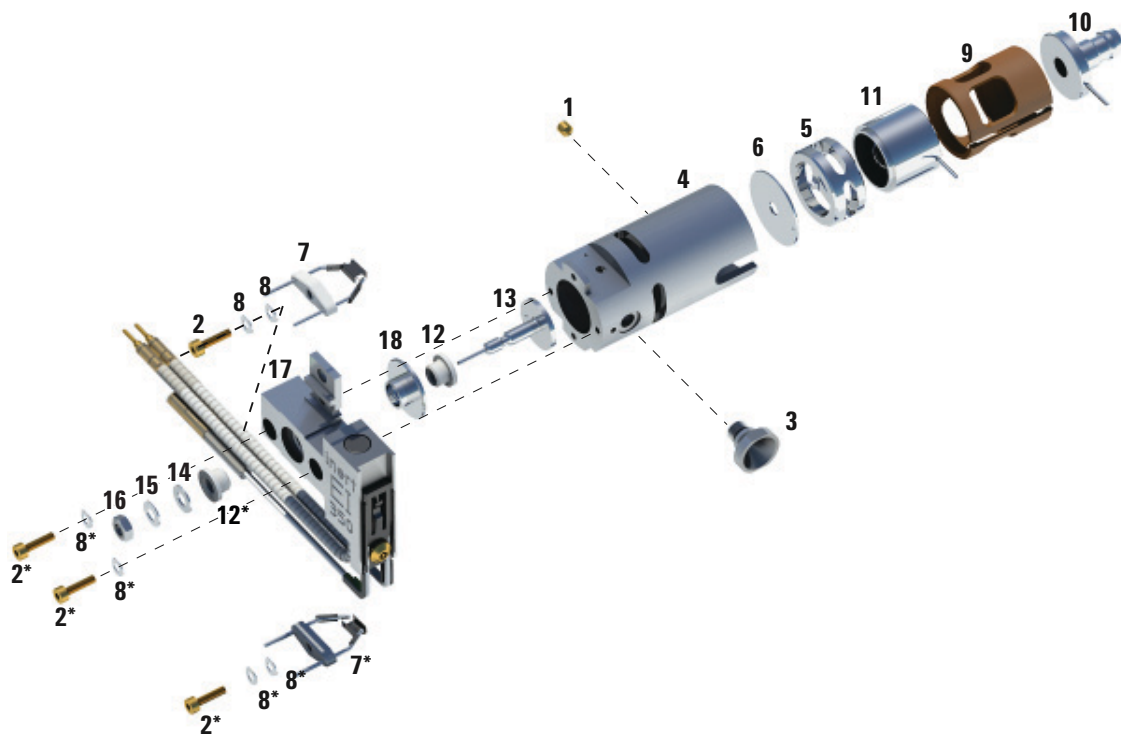

Figura 22 Desmontar la fuente estándar o inerte de iones de EI
- 2 Retire los dos tornillos chapados en oro de los filamentos y quite los filamentos de la fuente. Consulte la sección Figura 22 en la página 151.
Tabla 18 Lista de piezas de la fuente estándar o inerte de iones de EI (Figura 22)
Tabla 18 Lista de piezas de la fuente estándar o inerte de iones de El (Figura 22) (continuación)